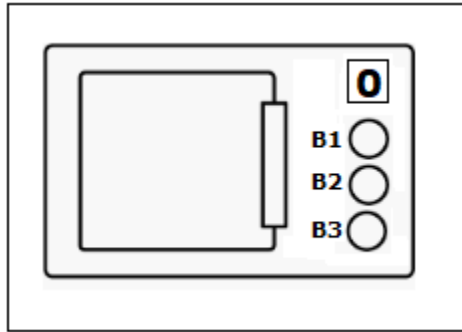

Figura 2. Horno de microondas de tres botones
**2.-** Realice un programa que permita controlar el tiempo de un horno de microondas que cuenta con tres botones de entrada, al inicio el horno muestra en el display el número 0 y su funcionamiento depende de las siguientes funciones de cada botón, figura 2.